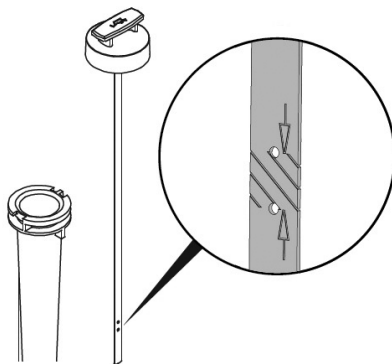

Рис.7 Уровень масла в картере
4. Установите на место крышку/щуп, не закручивая его. Снова извлеките щуп, уровень масла должен соответствовать верхней отметке на щупе Рис.7.